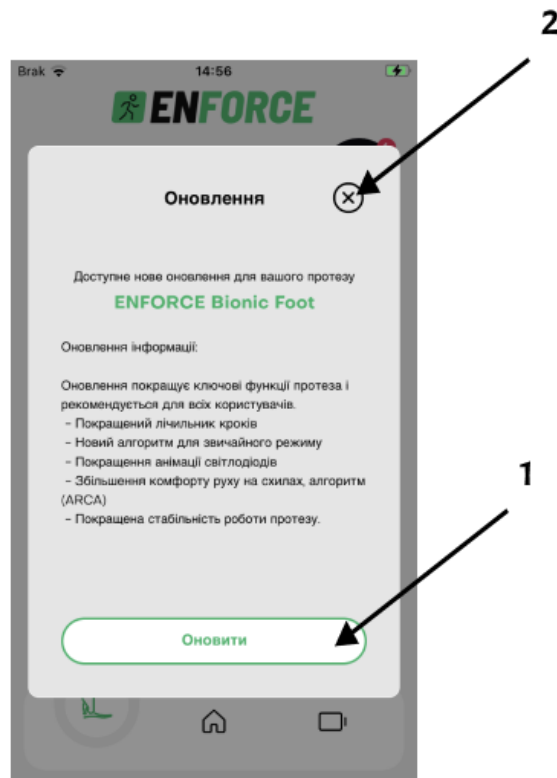

Рисунок 19: Сповіщення про доступне оновлення та зміни в програмному забезпеченні.
У випадку наявності нової версії програмного забезпечення після з'єднання додатка з виробом користувачеві відображається діалогове вікно, що повідомляє про внесені зміни (рисунок 19). Після ознайомлення з ними користувач може розпочати процедуру оновлення, натисненням кнопки Оновити (1), або відкласти оновлення на потім, закриваючи вікно за допомогою натиснення символу "X"(2).